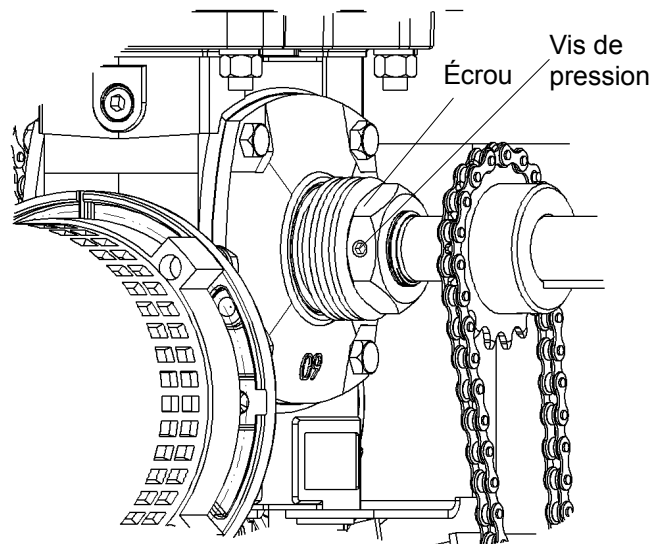

Figure 28 - Ajustement du limiteur de couple
1. Dé-serrer la vis de pression du limiteur de couple, voir Figure 28.